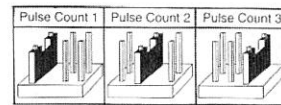

Fig. 1
-Réglage du compteur d'impulsion : Le compteur d'impulsion règle le nombre des zones protégées que le cambrioleur doit dépasser avant qu'une alarme se déclenche. La position du cavalier définit le réglage du compteur (Figure 1). Le réglage d'usine est de 2 impulsions. Prière de prendre en considération que le cavalier doit être mis verticalement.